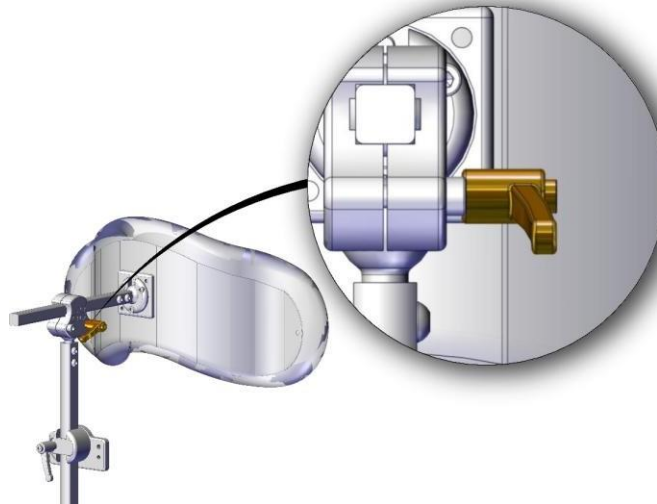

Abb.11
- Lösen Sie den in der Abbildung 11 dargestellten Hebel.